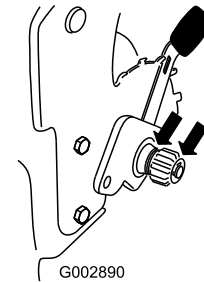

Bild 50
2. Tragen Sie Schmieröl auf die Innen- und Aussenseiten des Getriebes auf, wie in Bild 50 gezeigt.